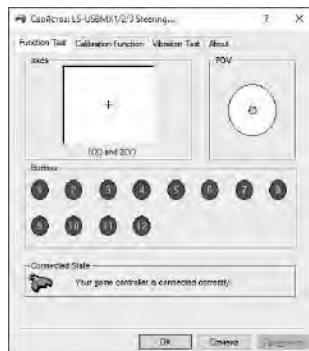

Рис. 9
• Для проверки и настройки в режиме «DirectInput» выберите «Свойства» в окне «Игровые устройства», при этом всплывет окно «Свойства: LS-USBMX1/2/3 Steering...» (рис. 9). Во вкладке «Function Test» можно проверить исполнение команд при нажатии на кнопки и вращении руля, а также проверить корректность подключения руля к ПК в строке «Connected State» (рис. 9).